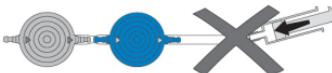

Fig. 25: Evitar pressurização
- Deve ser evitada uma pressurização por meio de seringa descartável, tanto na extremidade proximal, como na extremidade distal (Fig. 25).